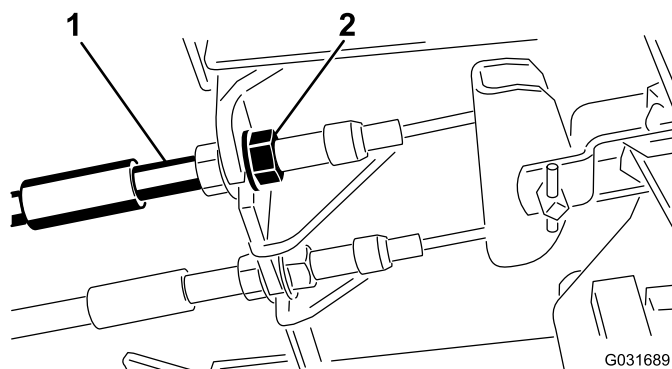

Figura 52
1. Per ridurre il gioco dei pedali del freno, stringete i freno allentando il dado anteriore sull'estremità filettata del cavo del freno (Figura 52).